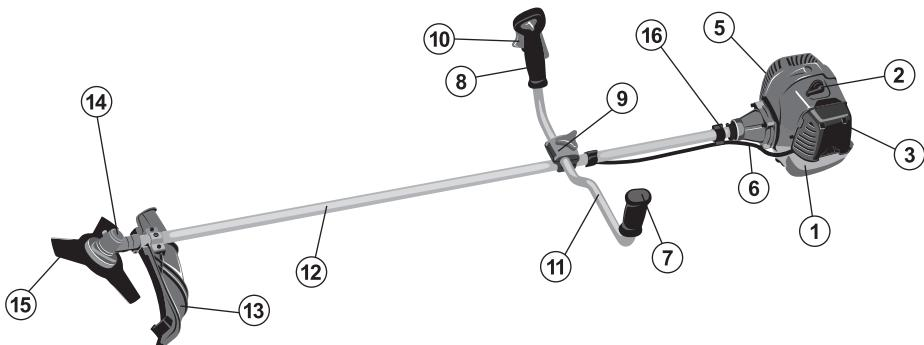

Рис.2. Расположение основных элементов бензотrimмера:
Основные элементы и части бензотrimмера представлены на рис. 2.
Ремень крепится к штанге с помощью держателя (16) (рис.2). Согласно рис.5 наденьте ремень на шею и пристегните карабин за одно из отверстий в держателе (16) (см. рис.2).